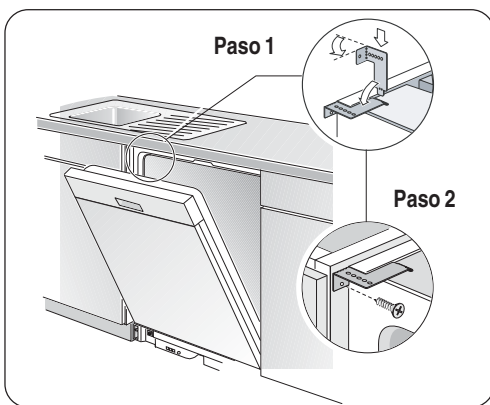

Ilustración 11
- 2 **El Montaje Lateral** se utiliza para las superficies de contador hechas de mármol, granito u otro material muy duro que no se perfora fácilmente. Doble los soportes de montaje en línea con los hoyos pequeños y en la misma dirección como las dos lengüetas pequeñas. Acomode los soportes de montaje tal como indica en la Ilustración 11 y sitúe las dos lengüetas pequeñas encima de los soportes de montaje sobre las dos ranuras en los rincones delanteros de la lavadora. Oprima firmemente hacia abajo los soportes de montaje para poder introducir las lengüetas en las ranuras.